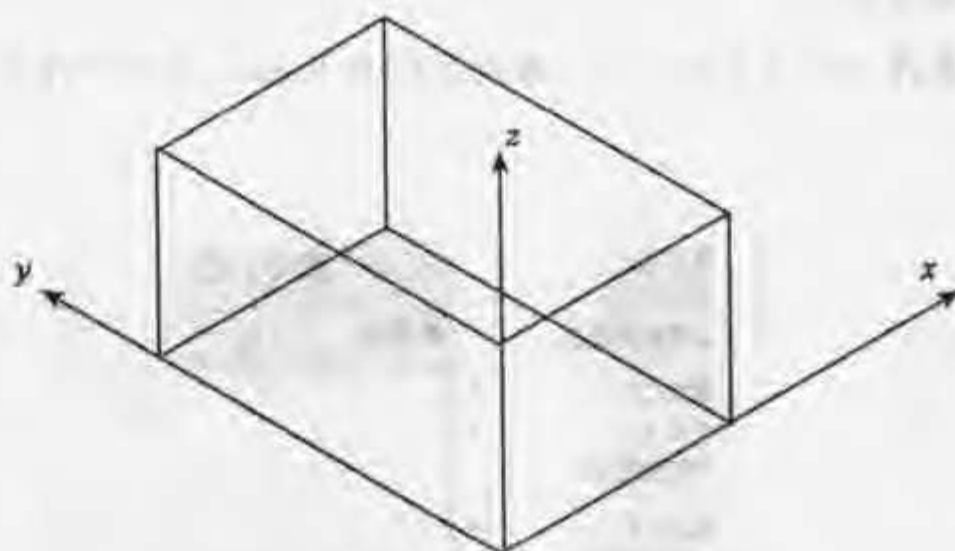

图 2-50 右手螺旋法则
- (1) 世界坐标系的 XOY 坐标平面平行于绘图屏幕。
- (2) AutoCAD 系统的坐标系统遵循右手螺旋法则,当右手的四指从 X 轴正向抓向 Y 轴正向时,大拇指伸出的方向即为 Z 轴的正向如图 2-50 所示。
- (3) AutoCAD 系统将世界坐标系的原点设在屏幕的左下角。